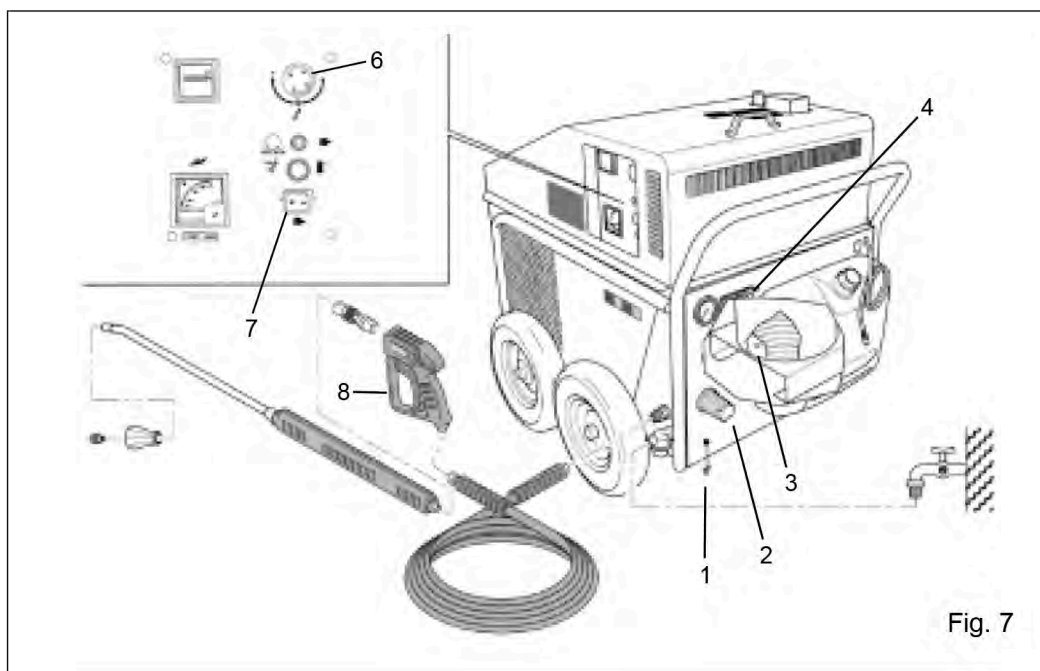

Fig. 7
Es obligatorio conectar la máquina a tierra a través de un cable de toma de tierra que debe ir fijo a la máquina donde se encuentra el perno de masa señalado con el símbolo de tierra (Fig. 7 pos. 27).
- 1.9.7 **Seguridad del gasoi sin quemar:** este es un dispositivo de seguridad para impedir el llenado de la caldera de tipo vertical por el gasoil sin quemar; está compuesto por uno o más agujeros practicados en el fondo de la caldera misma (Fig. 7 pos. 3). Los agujeros tienen una dislocación y protección tal de impedir cualquier tipo de salida de calor o humos. A través de este agujero el gasoil sin quemar puede salir fácilmente, evitando el peligro de explosiones o fuertes volúmenes de fuego, que normalmente provocan la destrucción de todas las partes inflamables que componen la máquina.
IMPORTANTE: Antes de utilizar la máquina controlar que la misma esté conectada a tierra (Fig. 7 pos. 1)
- A – Controlar que el pulsador en forma de hongo de emergencia stop, situado debajo del cuadro de mandos (Fig. 7 pos. 2) esté en posición “desconectado”.
- B – Poner el grupo en marcha eléctricamente con la llave. (Fig. 7 pos. 4)
- C – Insertar el interruptor - quemador ubicado en el cuadro de mandos (Fig. 7 pos. 7) y la máquina está lista para erogar agua caliente con presión (elegir la temperatura de funcionamiento necesaria a través del termostato graduado ubicado en el cuadro de mandos) (Fig. 7 pos. 6).
- D – Para obtener la salida del agua con presión por la lanza se necesita tirar la palanca de la pistola, (Fig. 7 pos. 8) dejando volver la misma palanca a la posición de reposo se obtiene la interrupción del flujo de agua y del calentamiento. El grupo está dotado de un pistón hidráulico que acelera o detiene el motor entotérmico según se abra o se cierre la pistola de aspersión.
- E – La detención total del grupo, sea con motor de gasolina que con motor diesel, se obtiene poniendo a cero la llave de puesta en marcha (Fig. 7 pos. 4) o a través del pulsador en forma de hongo emergencia stop (Fig. 7 pos. 2) Algunos minutos antes de proceder a la detención de la máquina es una buena norma cerrar el sistema de aspiración detergente para evitar residuos de productos químicos en la máquina y apagar el quemador para impedir que el agua recalentada provoque incrustaciones de calcáreo en el serpentín.
Para variar la presión en modo constante hacer girar la manivela negra de la válvula de BY-PASS (Fig. 7 posición) en uno u otro sentido según sea la presión deseada. El sentido de rotación + o - se puede leer en la manivela misma.